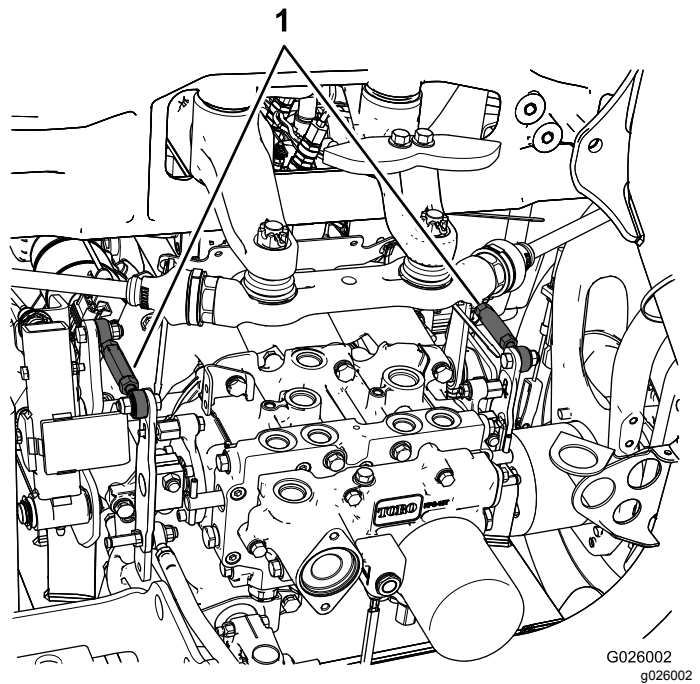

Figura 86
- Si el neumático trasero izquierdo está girando, afloje las contratuercas de la varilla de control de la transmisión del lado izquierdo (Figura 86).